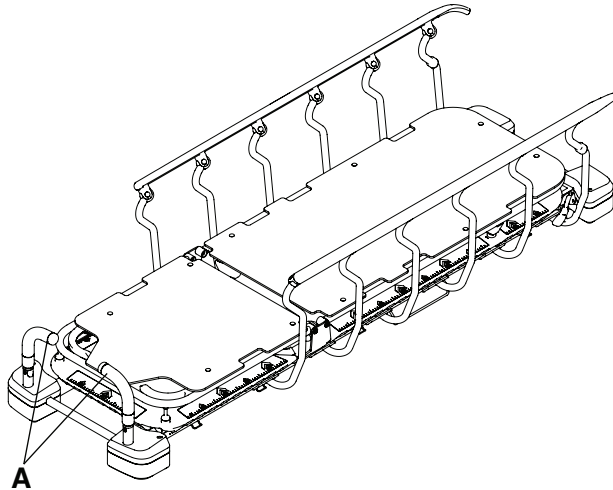

図 7 – 頭側端部プッシュハンドルの位置調整
2. 頭側端部プッシュハンドル (A) を使用位置まで回転させます (図 7)。